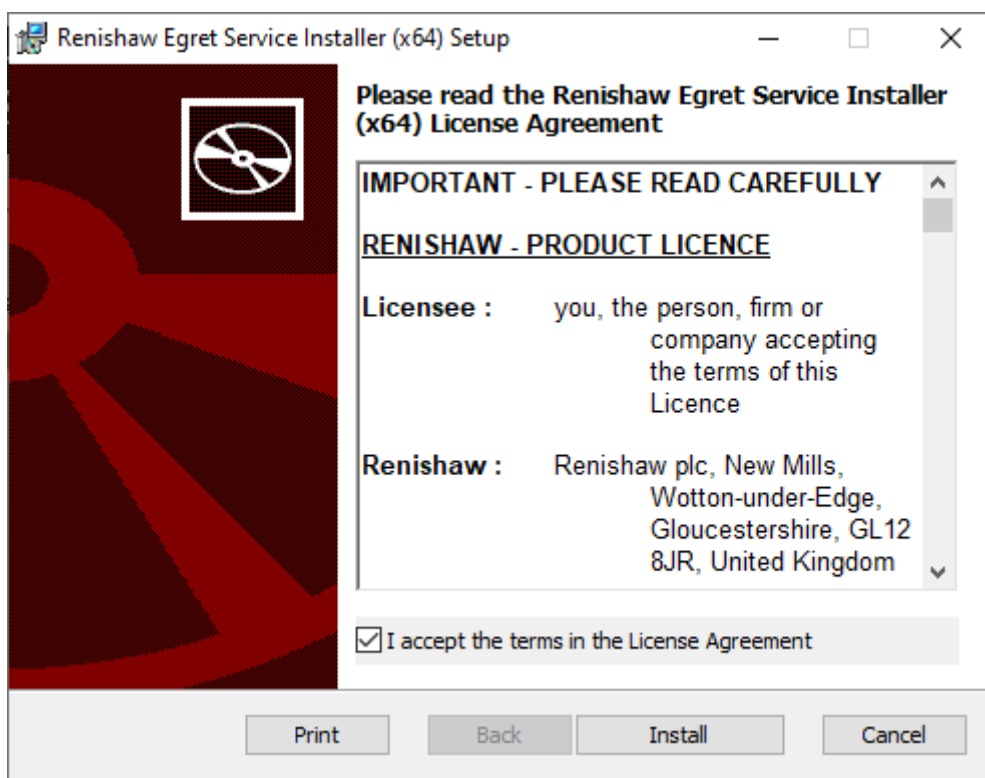

Figura 18 Programma di installazione Renishaw Egret
6. Viene visualizzato il programma di installazione Renishaw Egret. Selezionare “I accept” (Accetto) e fare clic su “Install” (Installa) – vedere Figura 18).